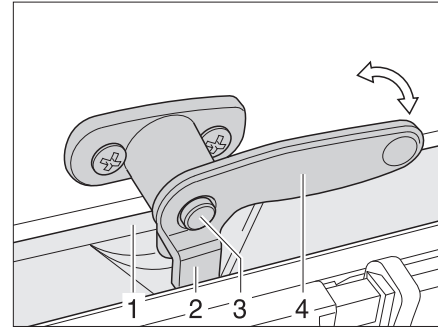

Fig. 57 Palanca de bloqueo con botón de seguridad en posición "cerrado"
- Caso disponible, presionar y mantener presionado el botón de seguridad (Fig. 57,3).